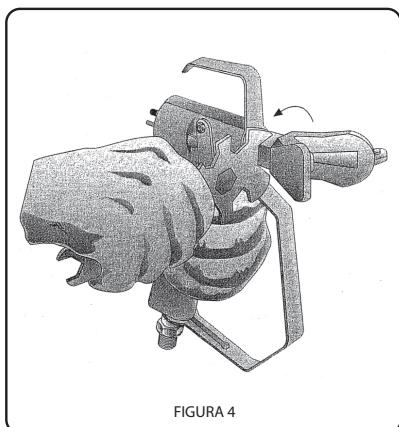

FIGURA 4
- 3 Retirar el protector de la boquilla y la boquilla de pulverización (figura 4). Introducir en un bote de disolvente de limpieza.